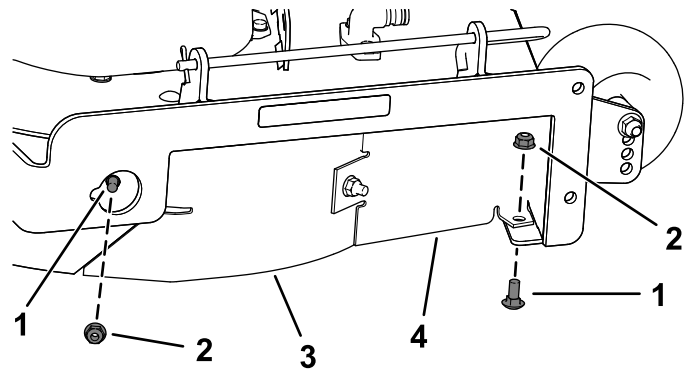

Figure 13
7. Retirez les 2 boulons de carrosserie (5/16" x 3/4") et les 2 contre-écrous (5/16") qui fixent le déflecteur droit et sa protection au plateau de coupe (Figure 13).